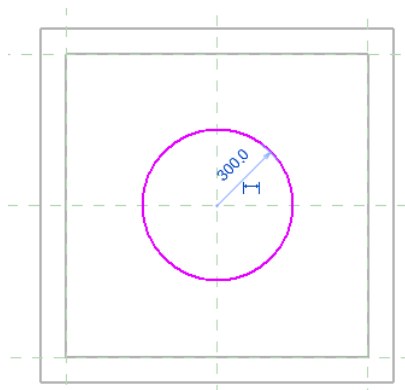

图 3-75 绘制桩轮廓
(8) 单击“材质”栏中的“按类别”选项,打开“材质浏览器”对话框,选择“混凝土 - 现场浇注混凝土”材质,单击“确定”按钮,完成垫层材质的创建。
(9) 单击“创建”选项卡“形状”面板“拉伸”按钮,打开“修改|创建拉伸”选项卡,单击“绘制”面板中的“圆形”按钮,在中心位置绘制半径为 300 的圆,创建桩的轮廓线,如图 3-75 所示。